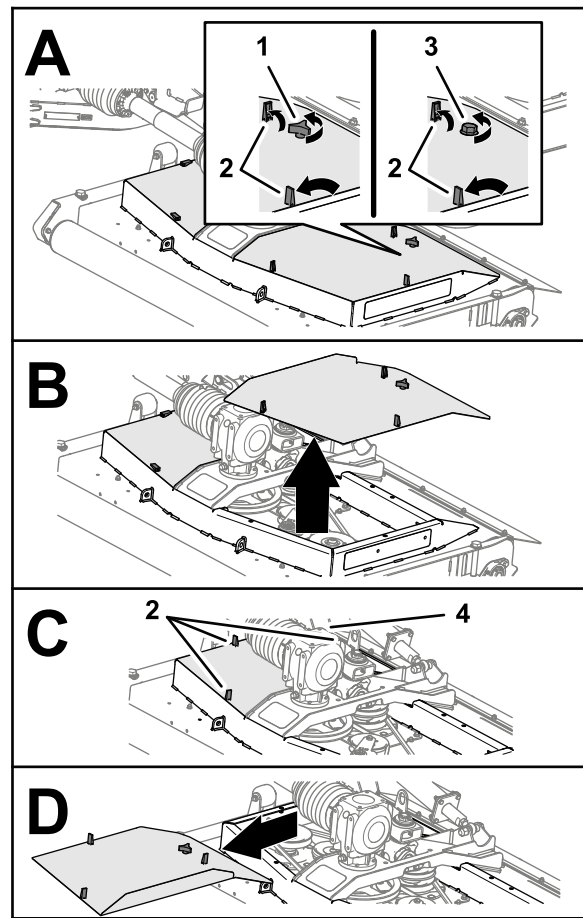

Bild 46
1. Lösen Sie die drei Verriegelungen, mit denen die Abdeckung des Mähwerks befestigt ist (Bild 46).
2. Lösen Sie den Sterngriff oder die Schraube (CE-konformes Mähwerk), mit der die Abdeckung des Mähwerks am Mähwerk befestigt wird (Bild 46).
4. Wiederholen Sie die Schritte 1 und 2 für die andere Abdeckung(Bild 46).